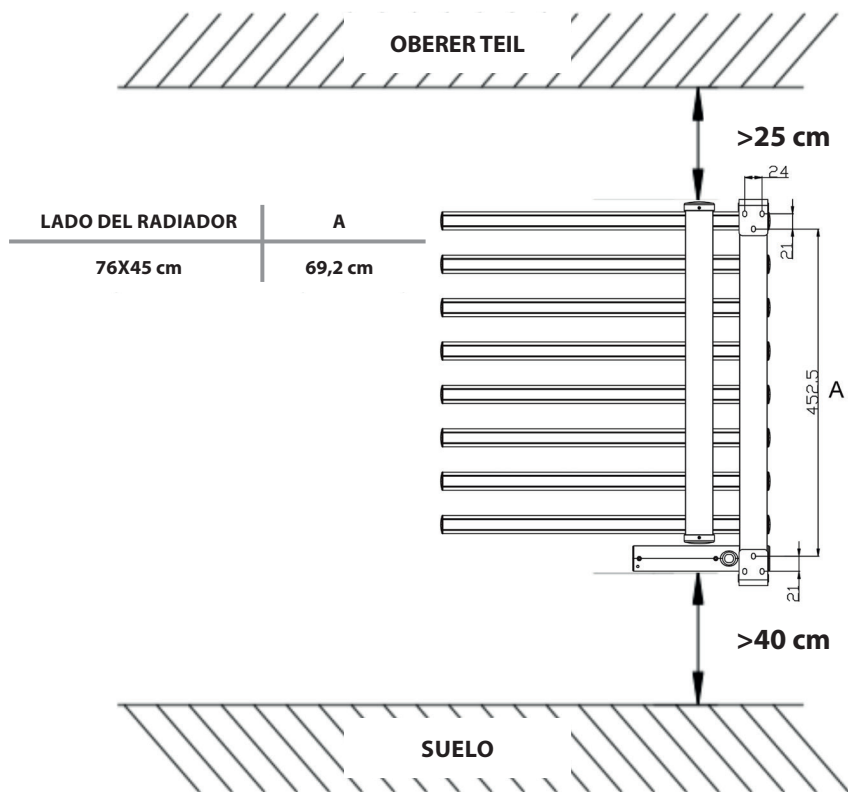
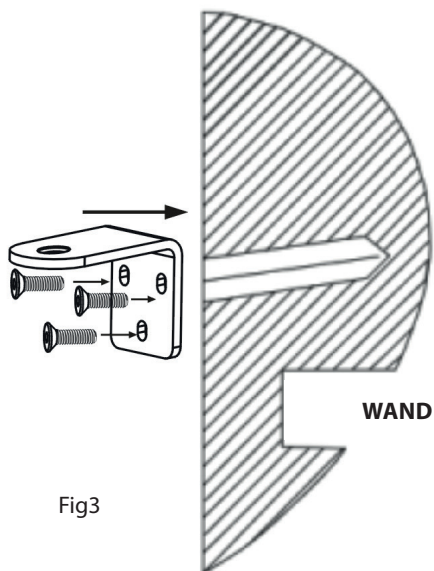

Fig2
Fig3
1. Bohren Sie 4 Löcher mit Ø8 mm gemäß den in Abb. 2 angegebenen Abmessungen.
2. Setzen Sie 4 Dübel in die Bohrlöcher ein und befestigen Sie anschließend die äußere Halterung mit den ST4x40-Schrauben an der Wand. Siehe Abb. 3.
3. Markieren Sie die Wand gemäß den in Abbildung 2 angegebenen Maßen. Verwenden Sie einen 10-mm-Bohrer, um 3 Löcher auf der oberen Seite und 3 Löcher auf der unteren Seite mit einer Tiefe von 45 mm zu bohren. Setzen Sie 8x40-mm-Kunststoffdübel in die Bohrlöcher ein und befestigen Sie anschließend die Halterung mit einem Schraubendreher an der Wand. Siehe Abb. 3.